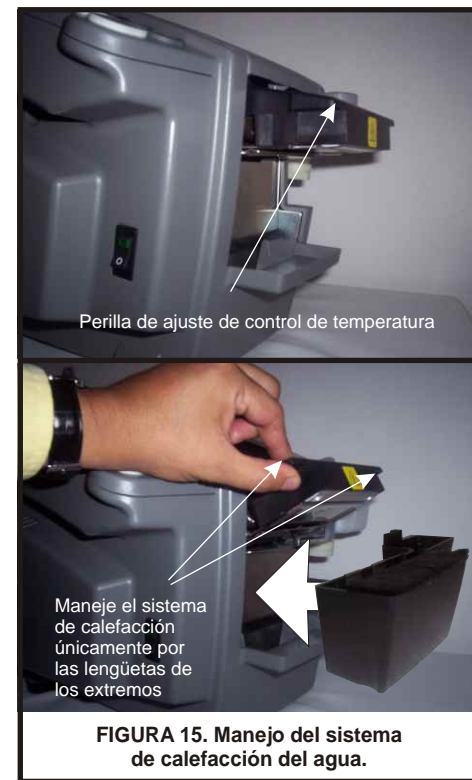

FIGURA 15. Manejo del sistema de calefacción del agua.
**PRECAUCIÓN:** La perilla del sistema de selección de temperatura esta **CALIENTE**, maneje la misma con las lengüetas en los extremos del mismo. Ver Figura 15